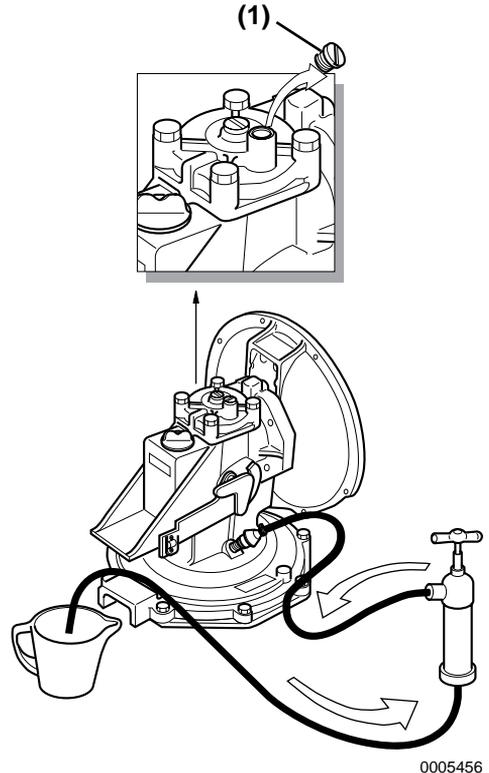

Figure 9
1. Reliez les tuyaux comme illustré ci-dessus (**Figure 9**).
2. Retirez le bouchon du couvercle du carter supérieur (**Figure 9, (1)**).